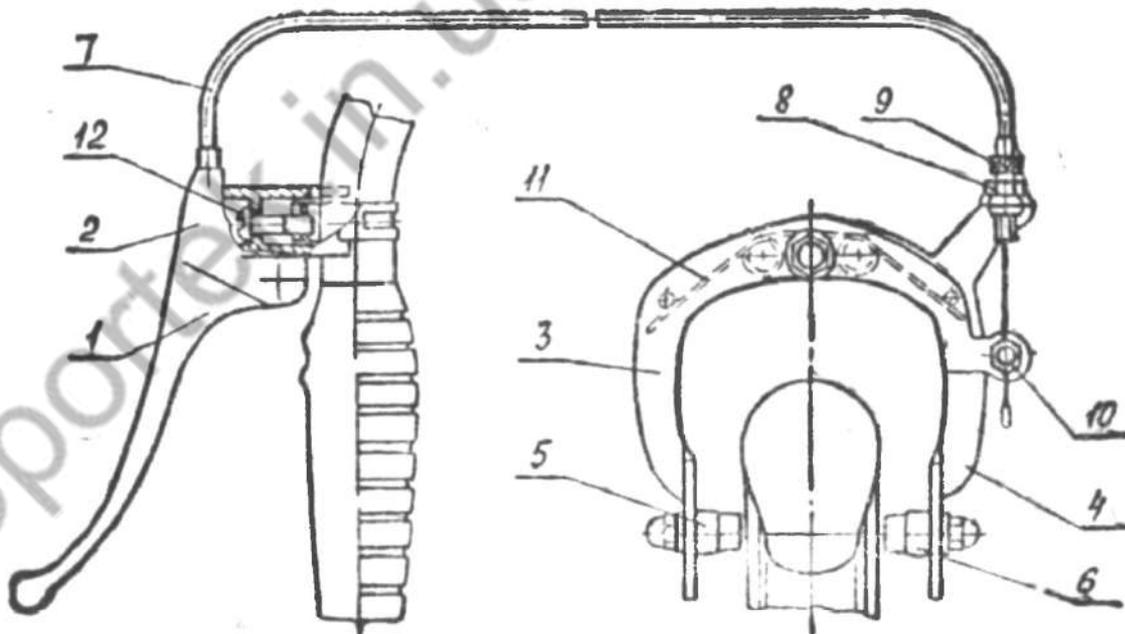

Рис. 22. Тормоз передний клещевого типа.
Передний тормоз клещевого типа (рис. 22) с ручным приводом состоит из ручки (1), закрепленной с кронштейном (2) на трубе руля велосипеда, скоб (3 и 4), колодок (5 и 6), укрепленных на скобах. Ручка (1) соединена со скобами тросовым приводом (7).